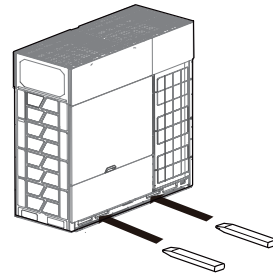

Figura 2.3
- Para mover la unidad con una carretilla elevadora, inserte las horquillas en la abertura de la parte inferior de la unidad, tal como se muestra en la Figura 2.3.